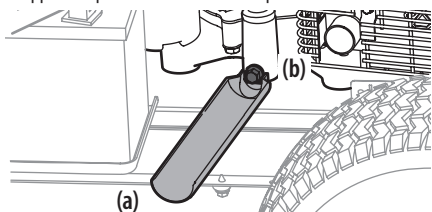
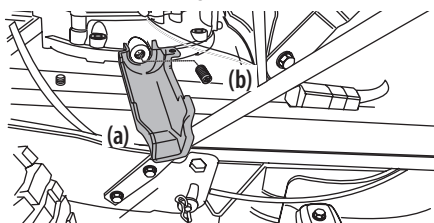

Figure 25
Figure 26
5. Enclenchez la petite extrémité du manchon de vidange d'huile (a) sur l'espace prévu autour du bouchon de vidange d'huile (b). Voir les Figure 25 ou Figure 26 pour les deux manchons de vidange d'huile possibles et se référer à l'image applicable pour votre tondeuse autoprotégée.